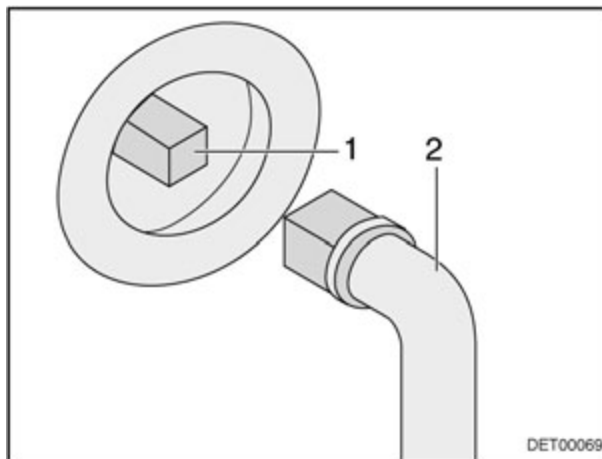

Fig. 173 Grifo para la eliminación de aguas residuales
- Insertar la llave (Fig. 173,2) en el cuadrado (Fig. 173,1).